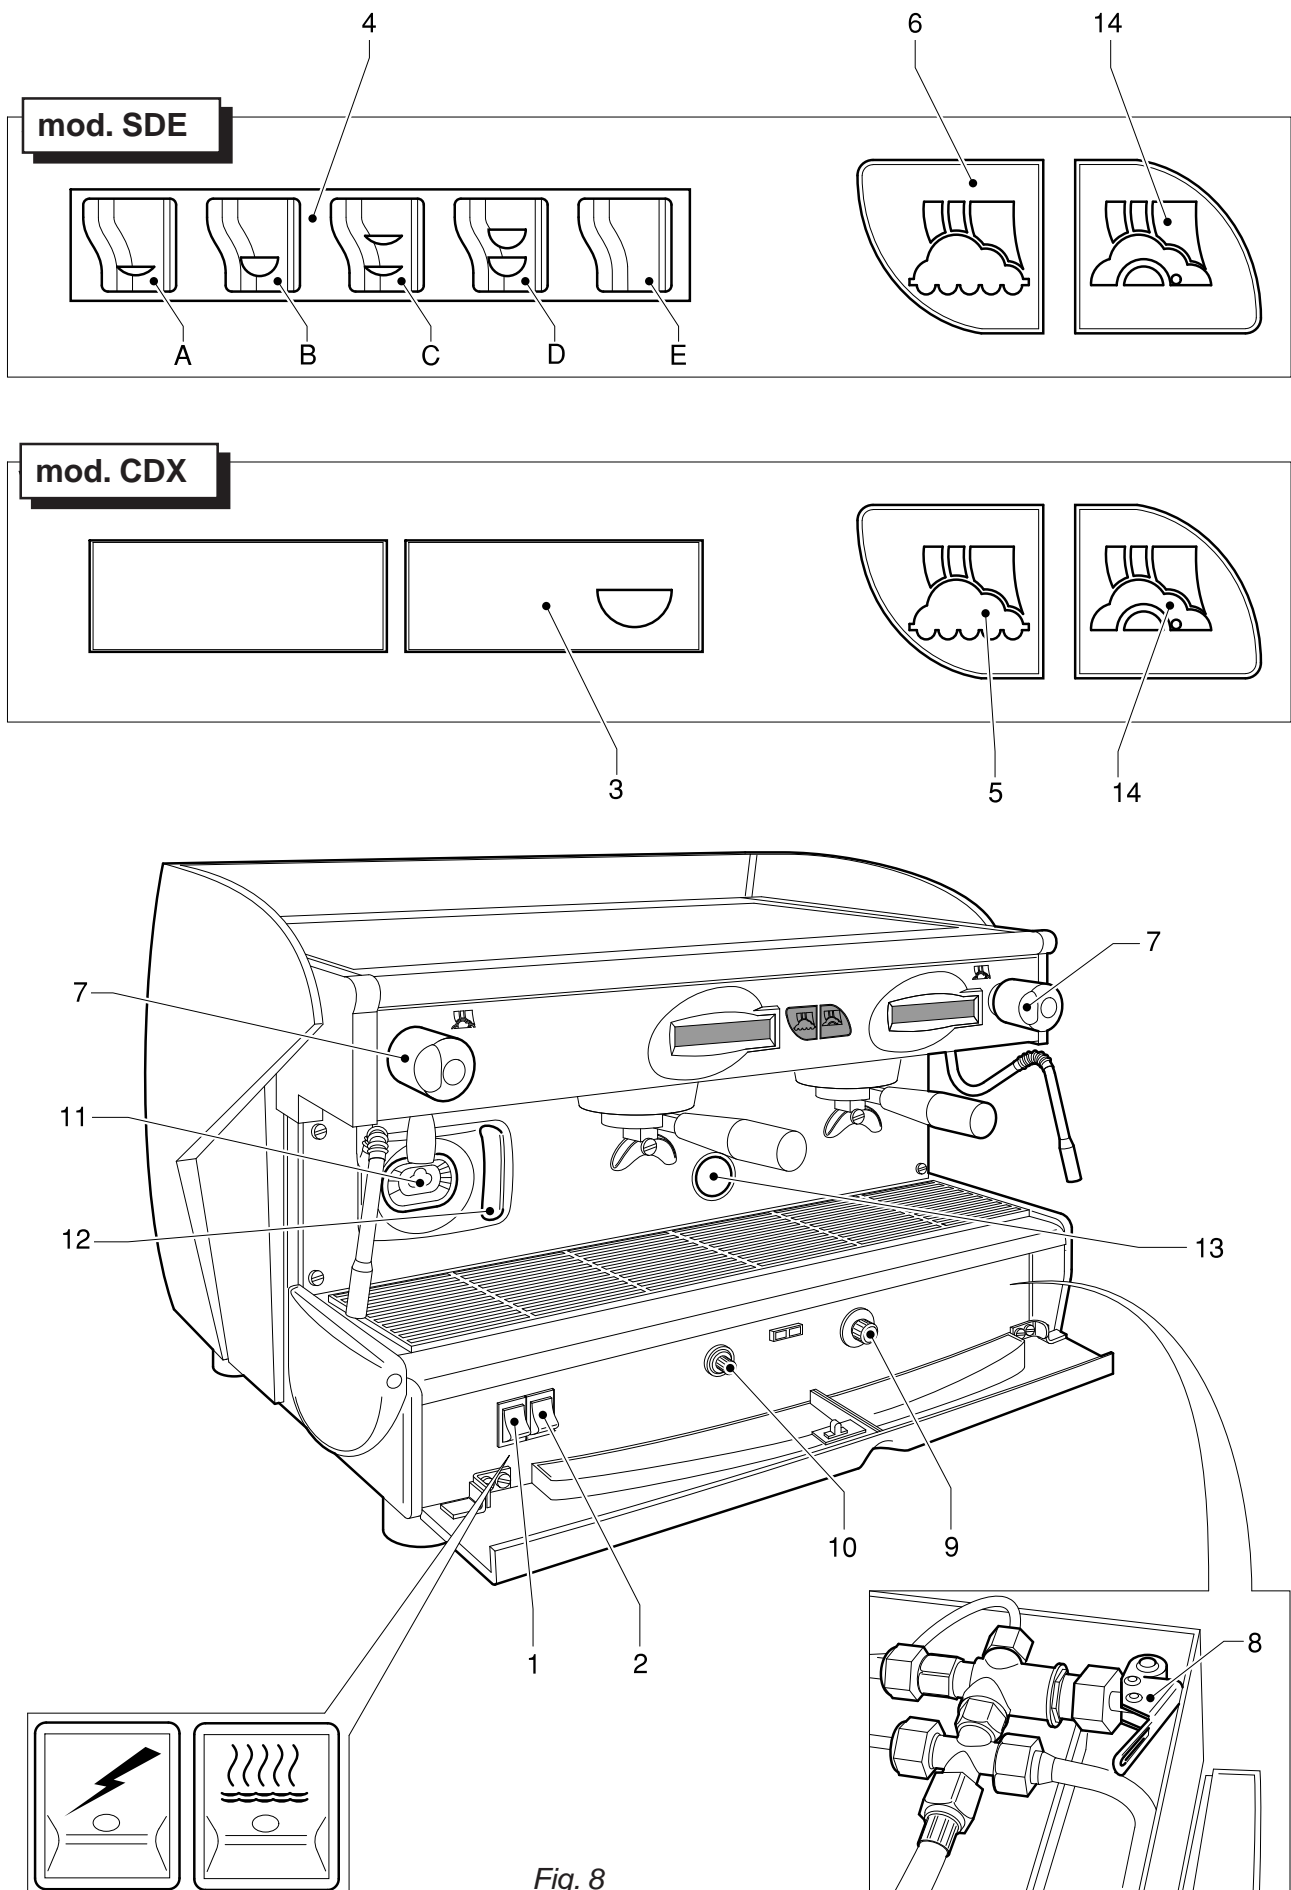

Fig. 8
7.1. Bedienung Abb.8
7.2. Kontrollinstrumente Abb.8
Modelle mit Gasherzung Abb.8
- Die Tassen unter die Auslauftüllen stellen und die Ausgabe über die Tasten 3 oder 4, je nach Modell, Abb.8 aktivieren;
- Das Gefäß unter die Wasserauslauflanze halten, die Wasserausgabetaste gemäß dem Modell Abb. 8 drücken. Wenn die gewünschte Wassermenge erreicht ist, den Schalter ausmachen;
- Die Ausgabetaste 4-E Abb.8 mindestens 4 Sekunden lang gedrückt halten und die Drucktaste dann loslassen; die Maschine gibt ununterbrochen Wasser aus (Dauerbrühung).